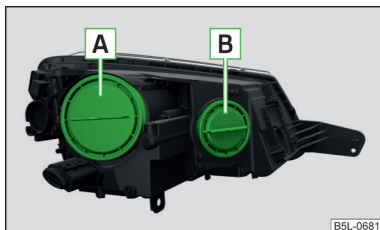

Fig. 197
emplacement des ampoules » fig. 197
➤ Tournez le cache de protection » fig. 197 à la page 180 dans le sens antihoraire et le retirer.
- Remplacez le cache » fig. 197 à la page 180 et tournez-le dans le sens horaire jusqu'à la butée.